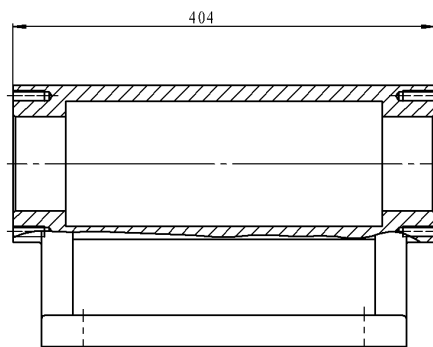

图 6.15.34 标注尺寸
(4) 单击“尺寸”对话框中的“完成”按钮 ，完成尺寸标注，如图 6.15.34 所示。